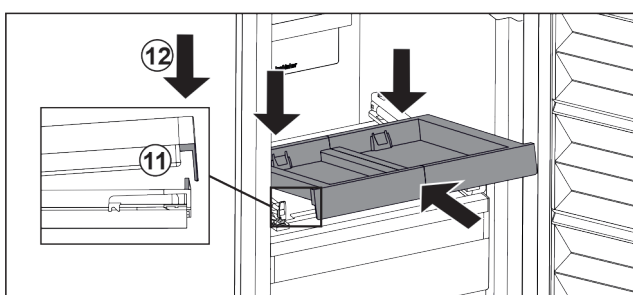

Fig. 33
- ▶ Šikmo zasuňte. Dbejte, aby byl na obou stranách doraz za západkou. Fig. 33 (11)
- ▶ Usadte vpředu vysouvací přihrádku. Fig. 33 (12)